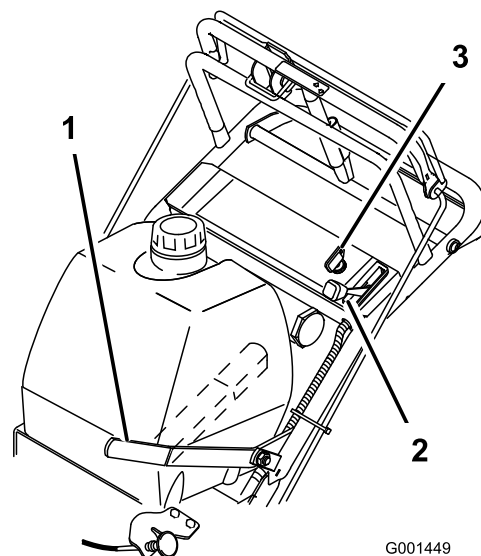

Figura 8
- Gire la llave de contacto a la posición de **marcha** (Figura 8).
- Tire del mando del estérter a la posición de **activado** si el motor está frío (Figura 8).
- Mueva la palanca del acelerador a la posición **Lento** (Figura 8).
- Gire la llave de contacto a **Desconectado** (Figura 8).